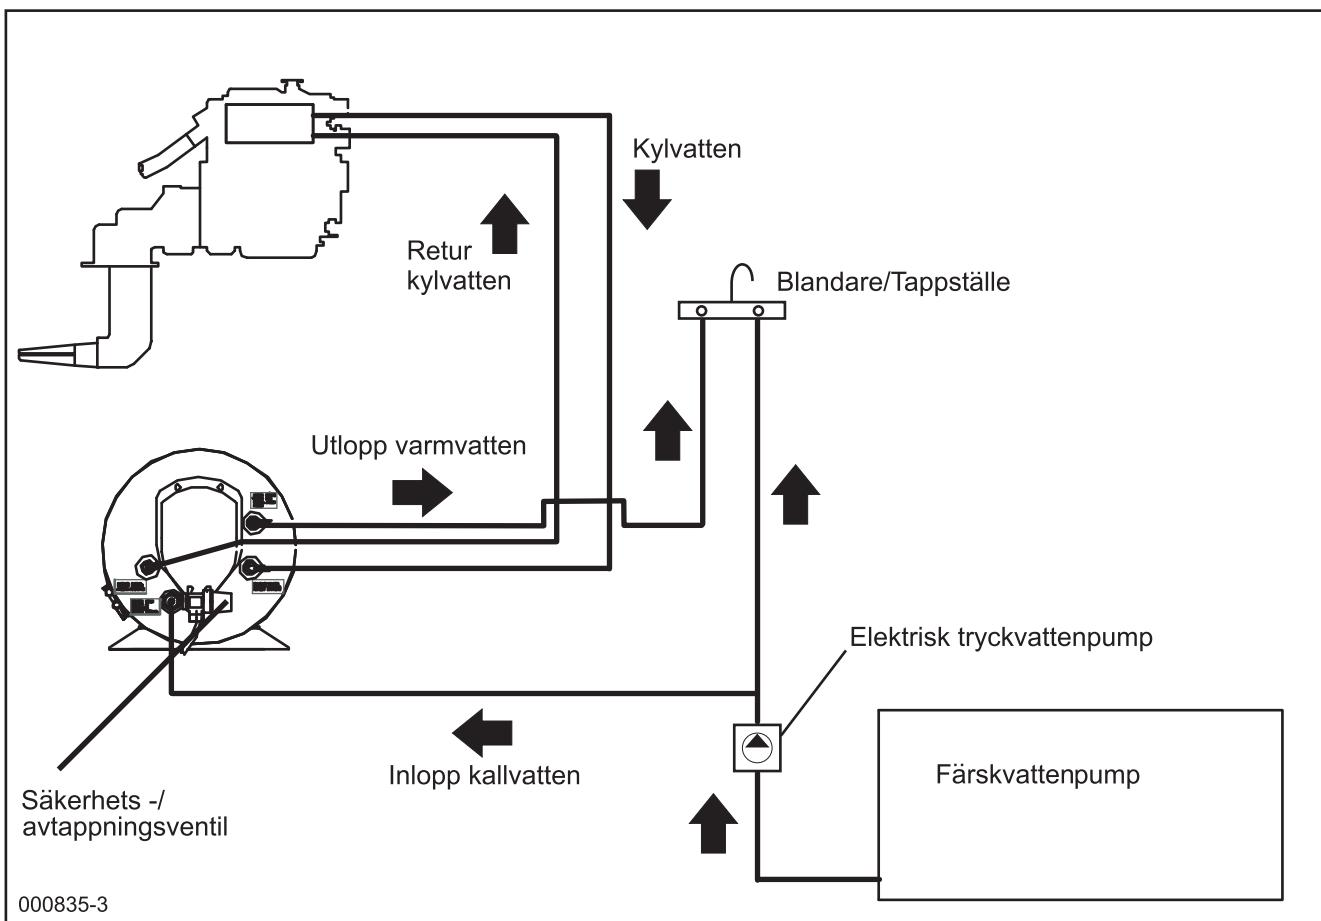

Fig. 1
Varmvattenberedaren kan monteras var som helst i båten så länge den sitter monterad så att motorvattnetslingan inte hamnar över nivån på motorns expansionskärl. (Fig. 1). Det är en fördel att hålla slangarna mellan motorn och beredaren så korta som möjligt för lägsta värmeförlust och minsta strömingsmotstånd. Varmvattenberedarens värmeväxlare kan anslutas antingen parallellt eller i serie med motors kylvattenkrets. Valet avgörs av hur motortillverkaren anger att beredaren ska anslutas.
**4.3 Motoranslutningar (se anslutningsschema, fig. 1):** Beredarna är avsedda att anslutas till färskvattenkylda motorer.
**4.4 Anslutning färskvatten (se anslutningsschema, fig 1):** Beredaren är avsedd att kopplas in så att den förses med färskvatten av en elektrisk tryckvattenpump från vattentanken. Den elektriska vattenpumpen får ge max. 3,8 bar tryck, 2,9 bar för Slim Square, där en flermembranpump ger jämnare flöde och mindre tryckstötar. Vid högre tryck kommer säkerhetsventilen eventuellt att lösa ut vid 7,0 bar respektive 5,5 bar, vid uppvärmning av vattnet.